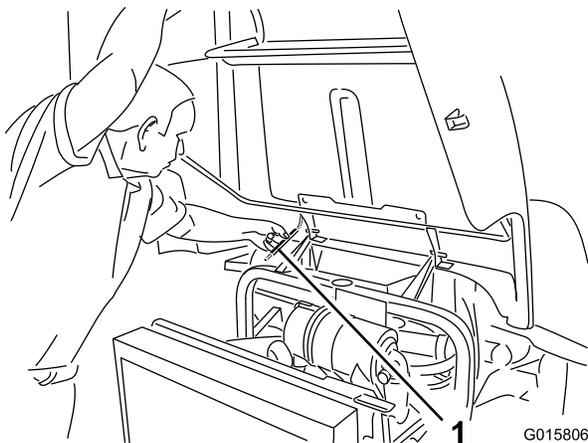

Figure 24
2. Soulevez le capot jusqu'à ce que la béquille puisse être placée derrière le tube du cadre (Figure 24).